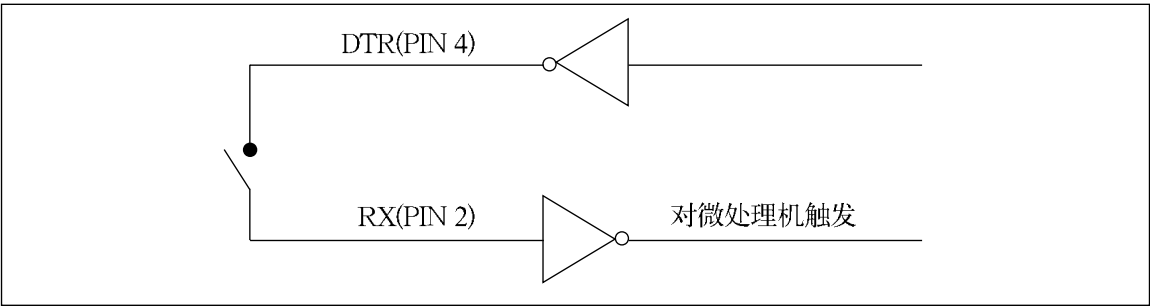

图5-2 用 RS-232 接口接收脚 (RX) 外触发
- 当IEEE-488接口赋能后，RS-232接口的接收脚（RX）能够作为一个外触发输入端一样被使用，（见表5-14中TRI GGER指令）。此脚上的输入信号大于+3V时，便能触发一个测量结果。用DTR（脚4） 和一个外开关触发测量的方法描述在图5-2中。